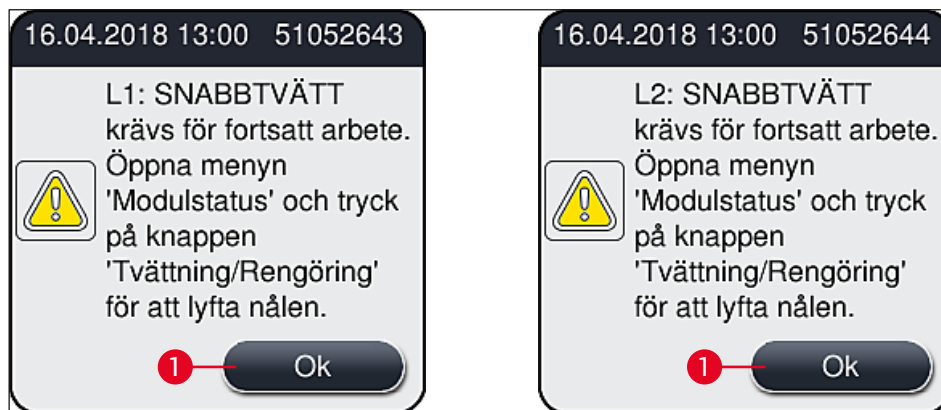

Bild 51
- ① När initieringsfasen är klar visas huvudmenyn (→ Bild 19) på skärmen och användaren får ett meddelande (→ Bild 51) om att en **Snabbtvätt** krävs för den täckglasappliceringsrad som används. Bekräfta meddelandet genom att trycka på **Ok** (→ Bild 51-1) och följ därefter de instruktioner som visas (→ Sida 118 – 7.3 Förbereda slangsystemet för tvättning och rengöring).